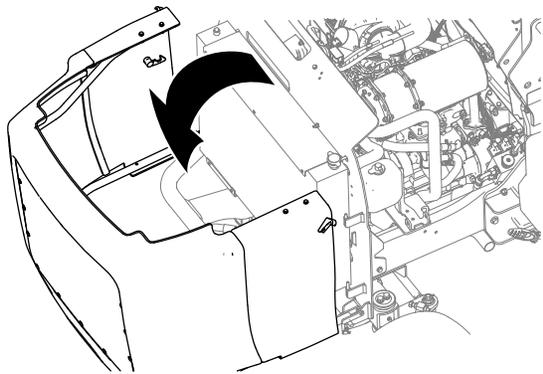

Figura 67
5. Destranque e abra o capot (**Figura 67**).